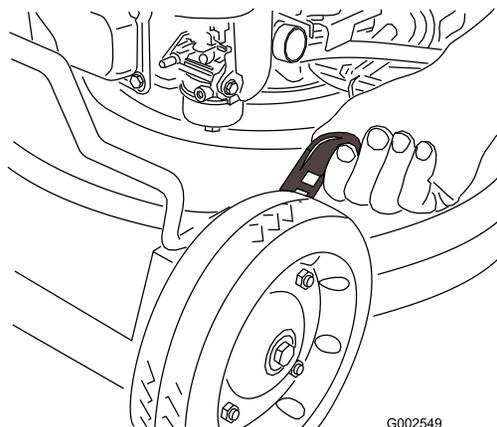

Bild 18
1. Ziehen Sie den Radhöhereinstellhebel zum Rad (Bild 18) und schieben Sie ihn in die gewünschte Stellung.